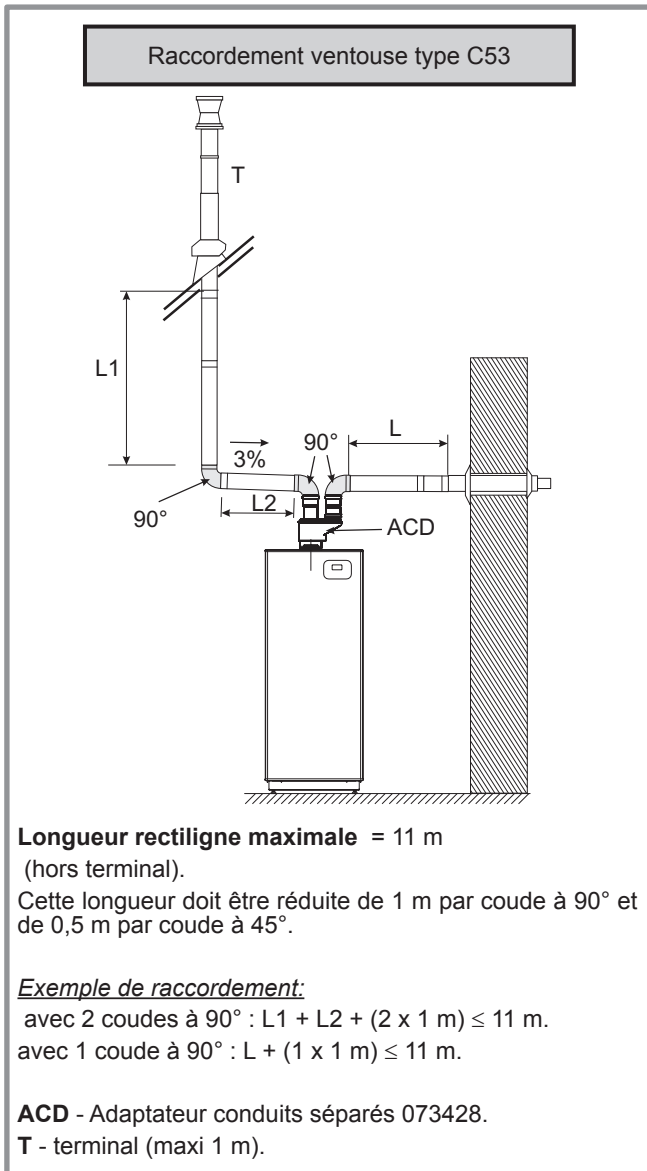

Figure 16 - Possibilités de raccordement (type C53)
- Respecter les longueurs maxi autorisées (figure 16).